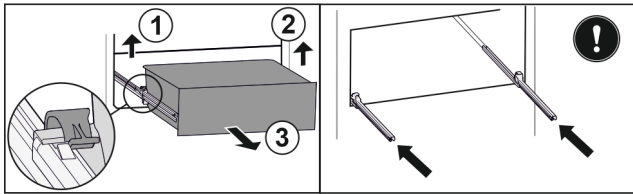

Fig. 131
- Soulever la bride gauche et tirer dans le même temps la partie gauche du tiroir vers l'avant. Fig. 131 (1)
- Soulever la bride droite et tirer dans le même temps la partie droite du tiroir vers l'avant. Fig. 131 (2)
- Retirer le tiroir par l'avant. Fig. 131 (3)